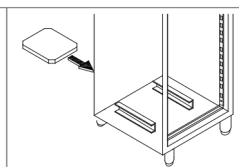

Bild 3
- Führen.Sie.in.die.unteren.Schlitten.den.Defrost-Behälter.ein.,bei.Modellen.mit.automatischen.Verdunstung.müssen.die.Verbindungen.hergestellt.werden.(Bild.3)(Nur.für.bestehende.Produkte.gültig.)